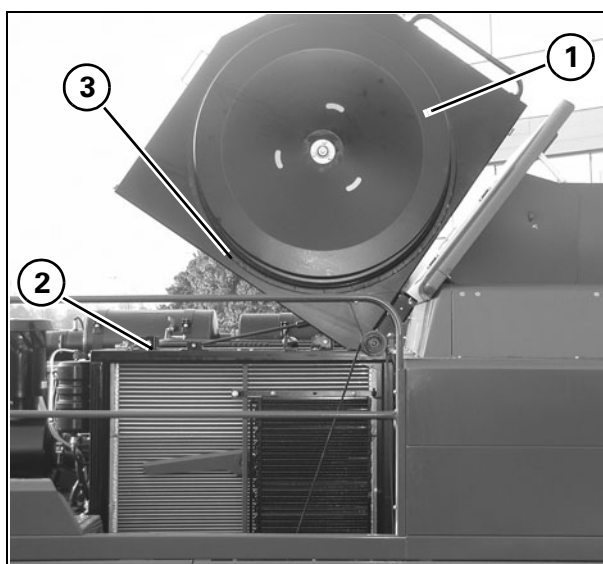
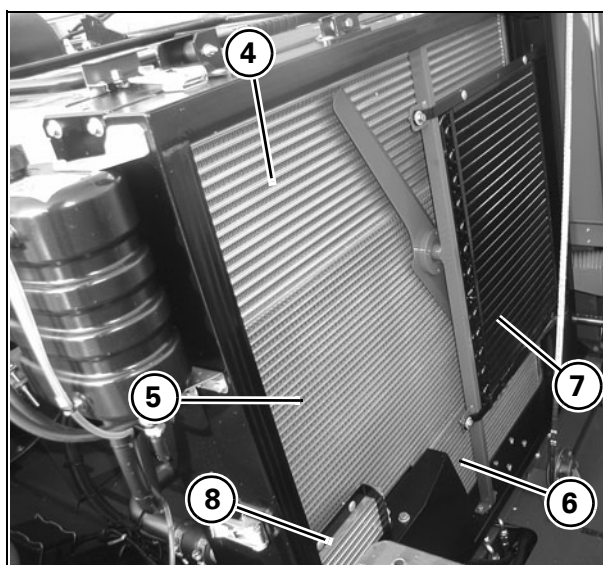

Рис. 30
Рис. 31
24.) РАДИАТОРЫ - Рис. 30 и Рис. 31